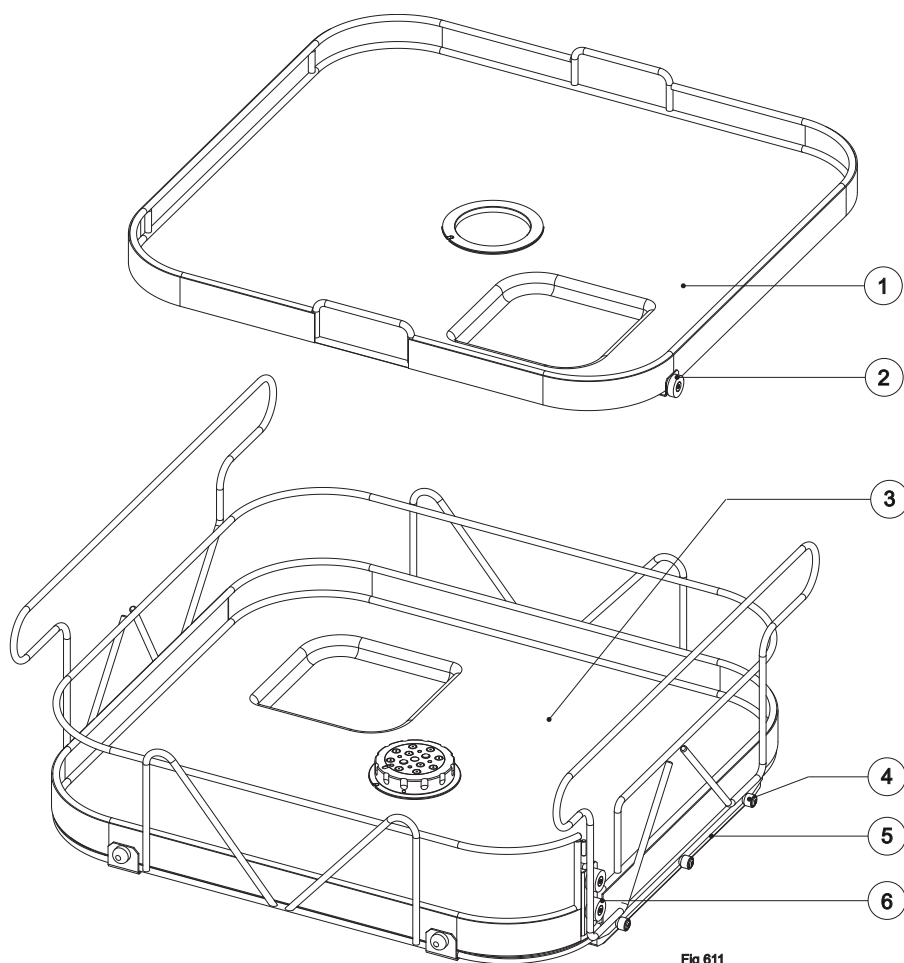

Fig 611
- ▶ Endowagen (Fig. 611 Pos.3) und Wageneinsatz (Pos.1) auf sichtbare Beschädigungen überprüfen